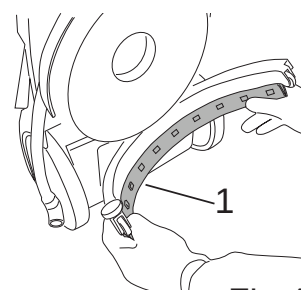

Fig.43
- Tire de los labios para extraer el grupo (Fig. 43-Ref. 1).